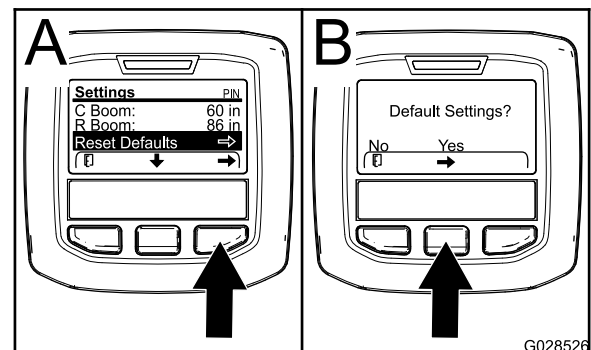

Bild 65
1. Drücken Sie die mittlere Auswahltaste, um auf den Eintrag „Reset Default“ zu navigieren (Bild 65).
3. Drücken Sie auf dem Bildschirm „Default Settings“ die linke Auswahltaste für „Nein“ oder die rechte Auswahltaste für „Ja“ (Bild 65).